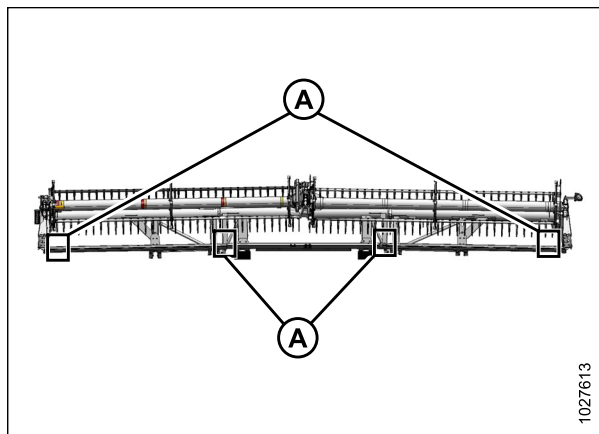

Рисунок 4.263: Расположение точек замера на гибкой жатке FlexDraper® — сдвоенное мотовило
- Жатки со сдвоенным мотовилом: Рис. 4.263, страница 446